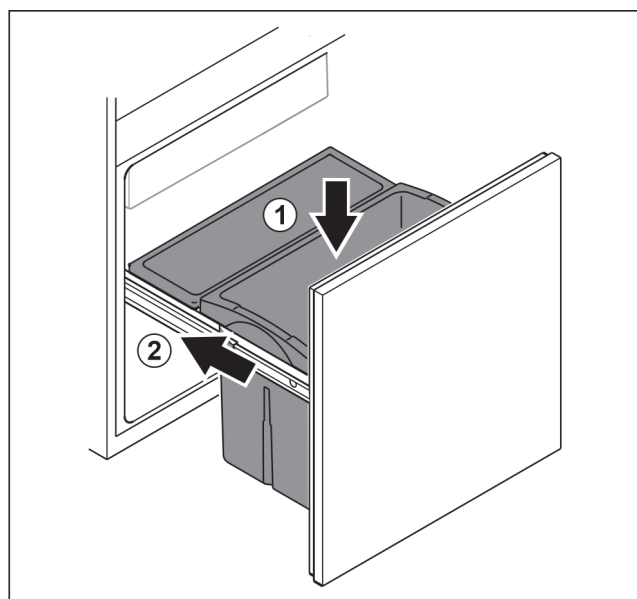

Fig. 81
- ▶ Insérer le tiroir par le haut. Fig. 81 (1)
- ▶ Introduire le chariot coulissant. Fig. 81 (2)